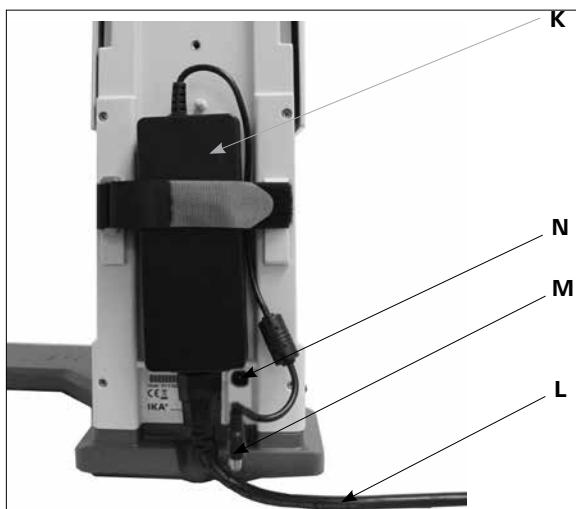

Fig. 9
### 3.) 安装电源适配器 (Fig. 9)
- 将电源适配器 (K) 置于仪器背部并以尼龙搭扣固定，其中尼龙搭扣的魔术贴连接在电源适配器上。请注意，尼龙搭扣的位置不得处于电源适配器与仪器背部相间的位置。
- 将低电压连接器 (M) 连接到连接接口 (N) 上。(Fig. 9)
- 将电源适配器的电源线插头 (L) 插入电源插座。